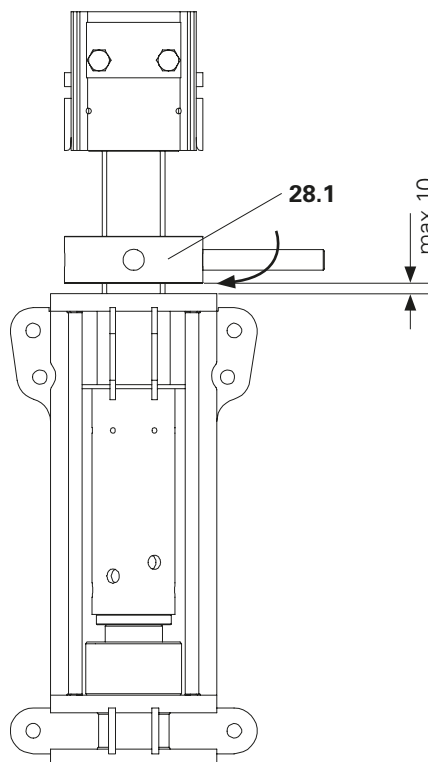
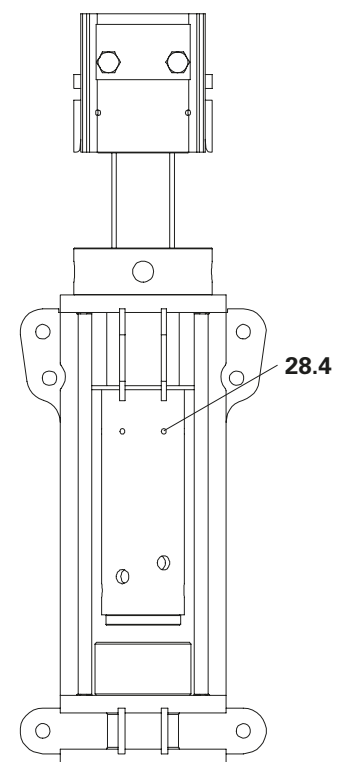

Fig. D1.07
Fig. D1.08
5. Inserire l'albero di montaggio VST (29) nel dado del mandrino (28.1). (Fig. D1.07)
6. Ruotare l'albero di montaggio VST (29) in senso orario fino a quando l'albero di montaggio (28.1) si appoggia sulla piastra inclinabile.
7. Abbassare il cilindro idraulico (43.4). (Fig. D1.08)